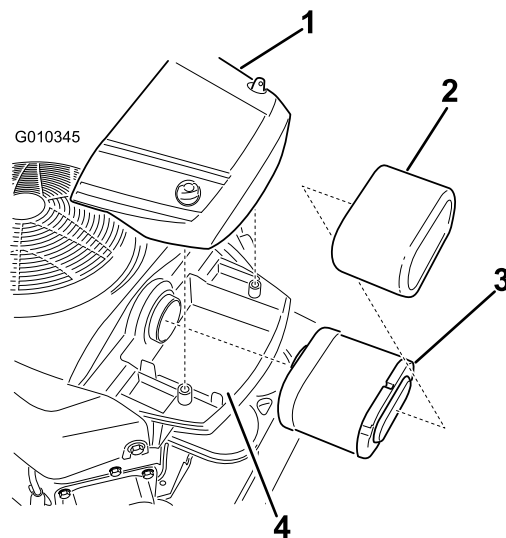

Figure 34
1. Desserrez les boutons du couvercle du filtre à air et enlevez le couvercle pour accéder à l'élément filtrant (Figure 34).
2. Tirez sur le bord extérieur jusqu'à ce le filtre à air soit dégagé (Figure 34).